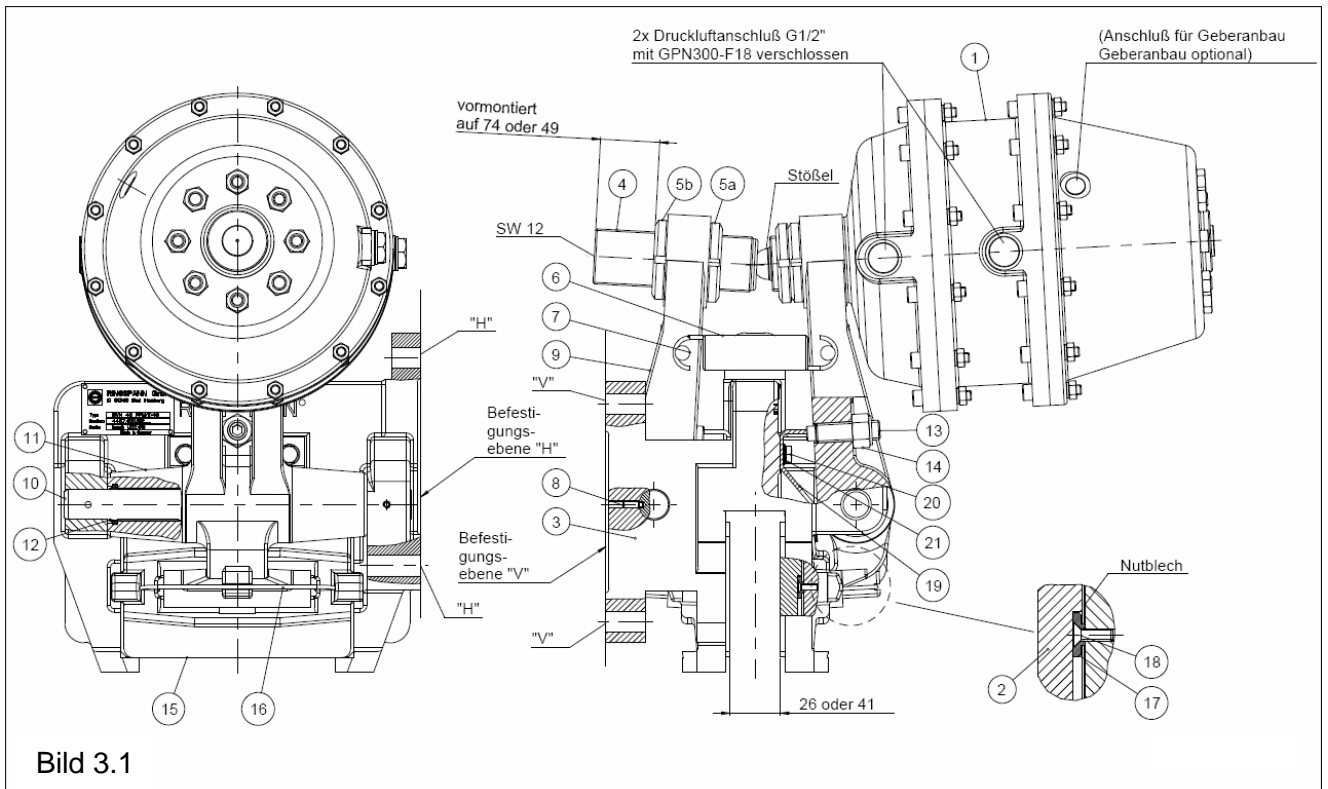

Bild 3.1
- die Ausführung DU 060 FPM, Feder-Druckzylinder rechts montiert wie in Bild 3.1 unter Absatz 3 gezeigt.
- Drehen Sie die beiden Gewindestifte M16 (Bild 3.1 Pos. 13) entgegen dem Uhrzeigersinn ca. 2 Umdrehungen zurück.
- Lösen Sie die Nutmutter (Bild 3.1, Pos. 5b) und drehen Sie diese zum Abstützbolzenende hin zurück.
- Stellen Sie mittels der Nutmutter (Bild 3.1, Pos. 5a) das Gesamtlüftspiel zwischen den Reibklötzen und der Bremsscheibe ein.
- Drehen Sie die Nutmutter (Bild 3.1, Pos. 5b) wieder bei und ziehen Sie beide Nutmutter fest an.
Im Abstützbolzen (Bild 3.1, Pos. 4) befindet sich in der Stirnfläche ein Innensechskant SW 12. Über einen entspr. Innensechskantdreher kann der Abstützbolzen gehalten werden.
- Drehen Sie die Nutmutter (Bild 3.1, Pos. 5b) wieder bei und ziehen Sie beide Nutmuttern fest an.
Mit Hilfe der Gewindestifte (Bild 3.1, Pos. 13) muß deshalb die Spaltluft beidseitig auf gleiche Spalte eingestellt werden:
- Benutzen Sie den Gewindestift (Bild 3.1, Pos. 13), der aufgrund des Kippmoments an dem Winkelblech (Bild 3.1, Pos. 19) anliegt
- Drehen Sie den gegenüberliegenden Gewindestift (Bild 3.1, Pos. 13) soweit, bis er gerade an dem Winkelblech (Bild 3.1, Pos. 19) anliegt.
Bei dieser Option liegt ein induktiver Näherungsschalter lose bei, und am Druckzylinder befindet sich eine entspr. Gewindebohrung (Bild 3.1, Geberanschluß).